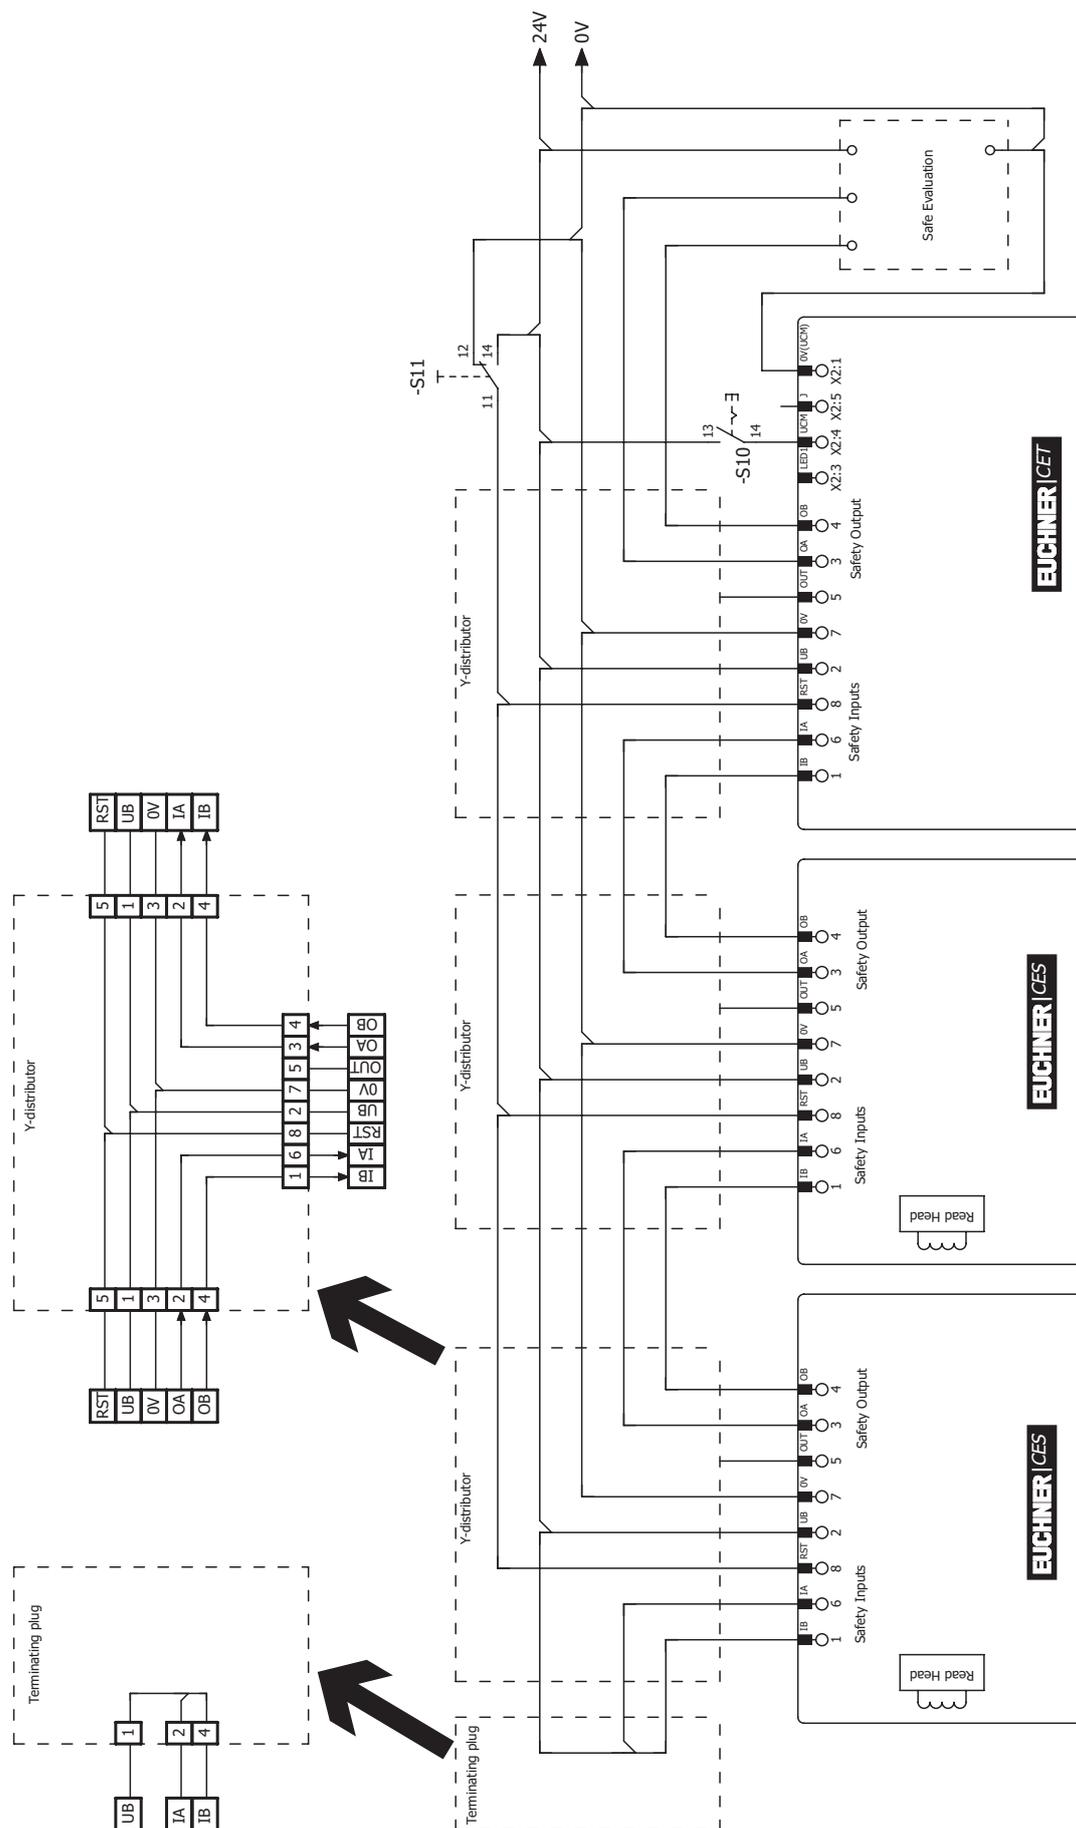

Bild 14: Anschlussbeispiel für Betrieb in einer CES-AR Schalterkette
- › Bei Verwendung des CET-AR mit Rückführkreis und Starttaste muss dieser an der letzten Position in der Schalterkette stehen (siehe *Bild 14 auf Seite 34*).
- › Es muss ein gemeinsames Signal für alle Schalter in der Kette verwendet werden. Dies kann ein Wechselschalter sein, es kann aber auch der Ausgang einer Steuerung verwendet werden. Ein Taster ist nicht geeignet, da der Reset im Betrieb immer auf GND liegen muss (siehe Schalter S11 in *Bild 14 auf Seite 34*).
Damit dies möglich ist, muss der Eingang RST wie in *Bild 14 auf Seite 34* beschaltet sein.